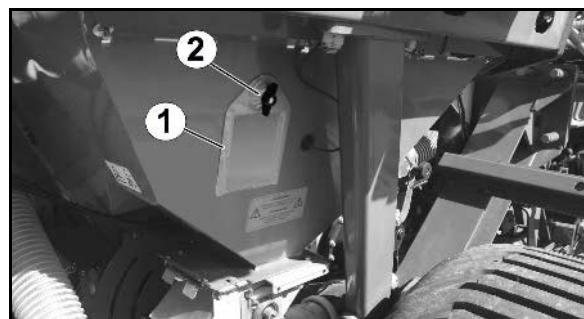

Рис. 107
2. Откройте запорные краны (Рис. 107/1, 2).
4. Снимите транспортные защитные накладки (Рис. 107/3).